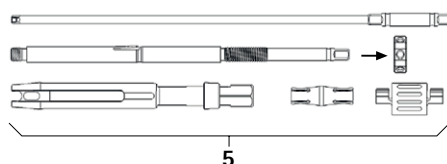

Fig. 3
- Desmontar la palanca de reposición percutánea 5, ver Fig. 3. Desmontar completamente la palanca de reposición en su componentes y desenroscar la tuerca tensora.